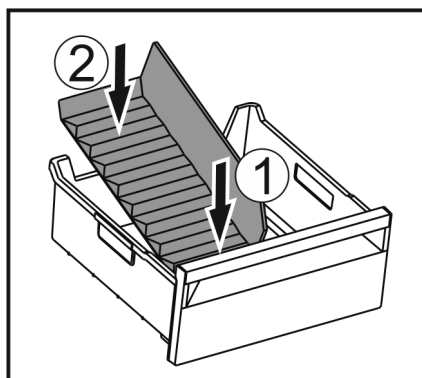

Fig. 100
- Установите переднюю часть разделителя отделения для льда. Fig. 100 (1)
- Опустите заднюю часть разделителя отделения для льда на дно выдвижного ящика. Fig. 100 (2)